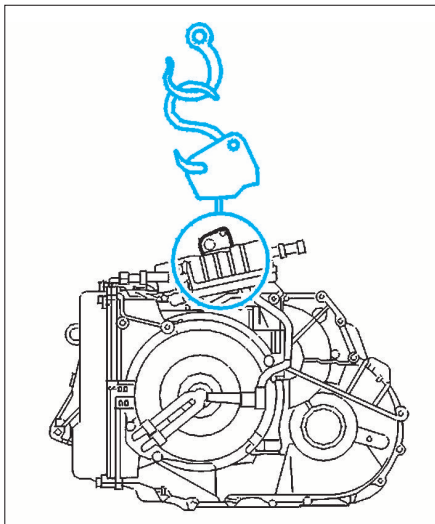

FIG. 11
- Arrimer la boîte de vitesses à une grue d'atelier par sa patte d'élingage (Fig.11).